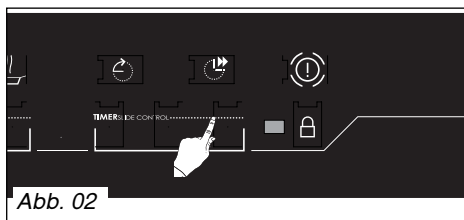

Abb. 02
– Die Zeit der Zeitschaltuhr entweder mit dem Schieberegler oder mit der Taste für die voreingestellte Zeit einstellen. Ein *t* blinkt zusammen mit der ausgewählten Zeit (Abb. 02).